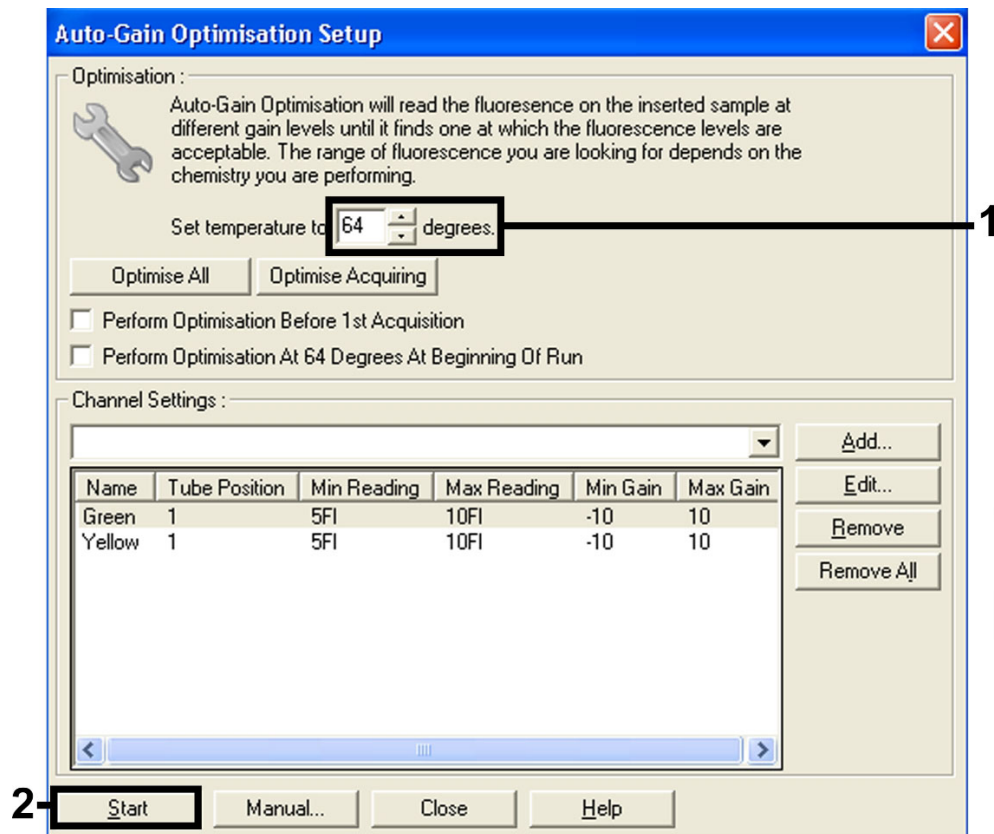

Figura 6. Regolazione della sensibilità dei canali di fluorescenza.
Regolazione della sensibilità del canale di fluorescenza	Figura 6
11. Impostare la temperatura di calibrazione su **64** per farla coincidere con la temperatura di annealing del programma di amplificazione (Figura 6).